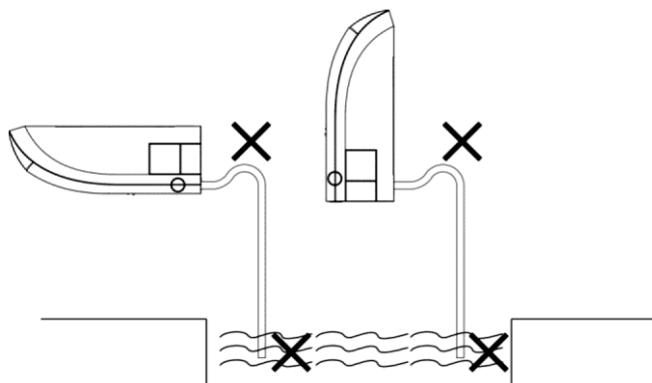

Fig. 20
4. Raccordez le flexible de drainage (la figure 20).